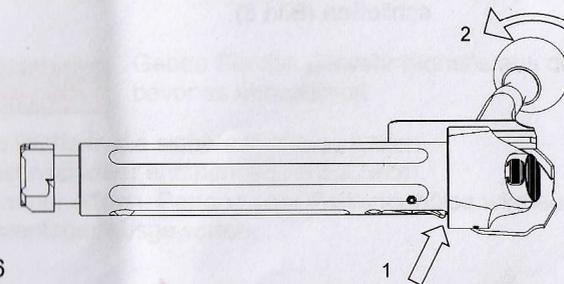
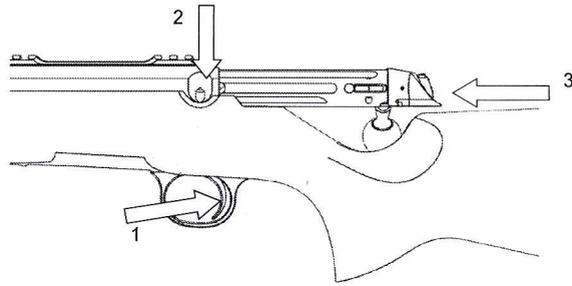

Bild 6
Bild 7
- 1) Die Wippe auf der linken Seite der Kammer drücken um den Kammergriff zu entspannen (Bild 6). Kammer etwa 10mm bis zum Anschlag einführen (Bild 7).
- 2) Erst Abzug drücken (1), dann die Fangtaste (2), und beide gedrückt halten (Bild 7).
- 3) Kammer in das System einfügen (3).
- 3) Die Wippe auf der linken Seite der Kammer drücken um den Ladehebel zu entspannen (Bild 6)
- 4) Erst Abzug drücken, dann die Fangtaste, und beide gedrückt halten (Bild 7).